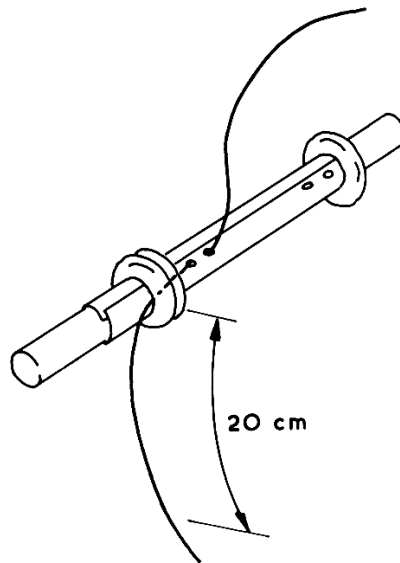

Fig. B27
19. Steek één uiteinde van de draad door twee gaatjes in het prespaan en trek dit uiteinde voorzichtig 20 cm onder de rubbertule door (fig. B27). Maak zo nodig de gaatjes nog wat groter.